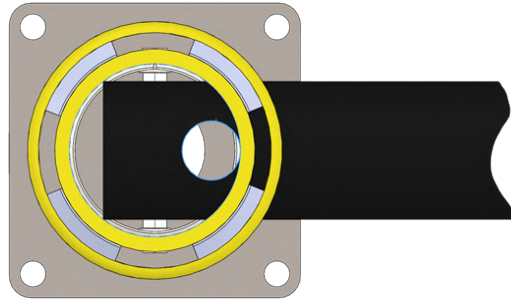

Рисунок 2. Правильне розташування кінця елемента секції всередині стовпа.
1. Вставити два чорні елементи секції до упору в отвори більшого кінцевого стовпа. Осі наскрізних круглих отворів в елементах секції як тут, так і надалі мають бути розміщені вертикально. Водночас торець елемента секції повинен упертися у внутрішню стінку труби всередині стовпа, а контур отвору кріплення елемента секції повинен розташовуватися по дотичній до внутрішньої поверхні внутрішньої труби стовпа (рис. 2, ключові лінії позначені синім кольором).
2. Довшою з наявних фіксувальних труб через отвір зафіксувати обидва елементи секції всередині кінцевого стовпа (рис. 2).